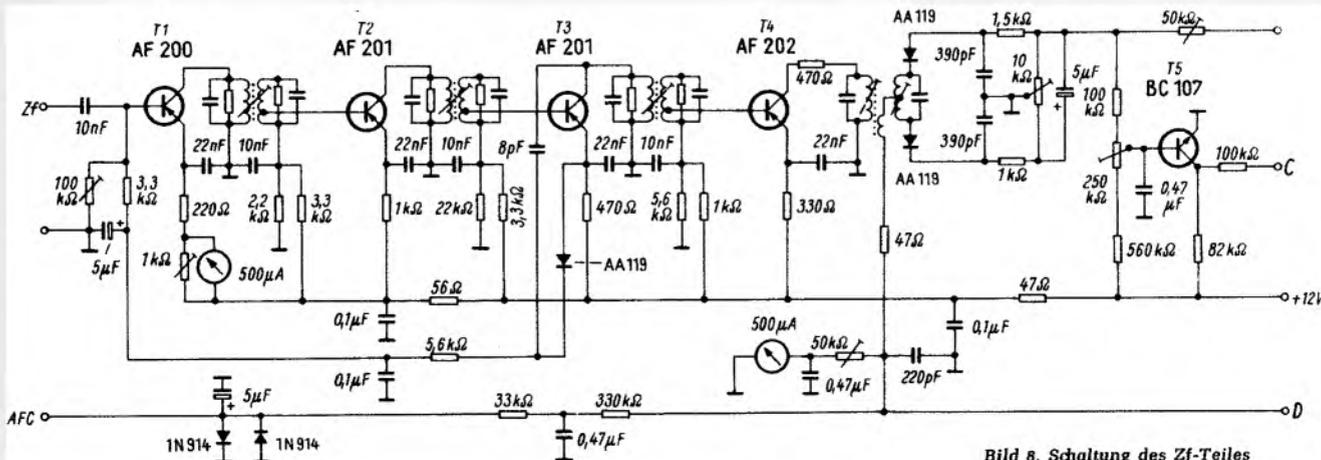

Bild 8. Schaltung des Zf-Teiles
1. AFC abschalten, Skalenzeiger auf unteres Bereichsende drehen, Meßsender mit 60-Ω-Kabel an 60-Ω-Antenneneingang anschließen, mit möglichst kleinem Signal L 9 bei 87,5 MHz auf maximale Spannung am Ratio-Elektrolytkondensator (vgl. Bild 8) trimmen.
Der vierstufige, durch Bandfilter gekoppelte Zf-Verstärker (10,7 MHz) ist mit hochverstärkenden, rückwirkungsarmen Mesa-transistoren bestückt (Bild 7). Die benutzten Görler-Bandfilter sind leicht unterkritisch gekoppelt und wegen der bei Stereoempfang erforderlichen Bandbreite zusätzlich noch mit eingebauten Widerständen bedämpft (Bild 8). Verlangt wird eine Über-
bei fehlender Ratiospannung durchschaltet. Den Schalterpunkt bestimmt der 250-k Ω -Trimmwiderstand in Bild 8. Dieser ist so einzustellen, daß schwache Sender noch nicht unterdrückt werden.